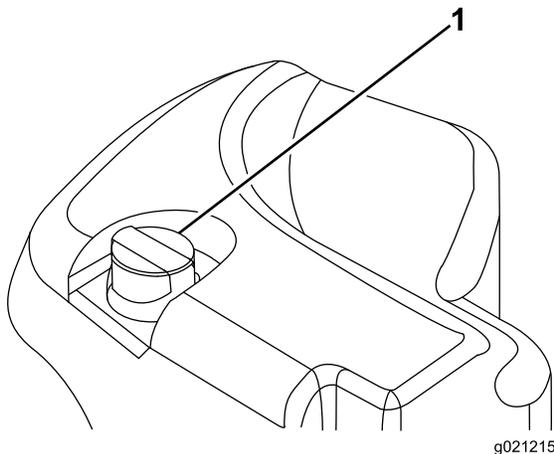

Figure 29
2. Nettoyez la surface autour du goulot et du bouchon de remplissage du réservoir hydraulique (Figure 29). Enlevez le bouchon du goulot de remplissage.